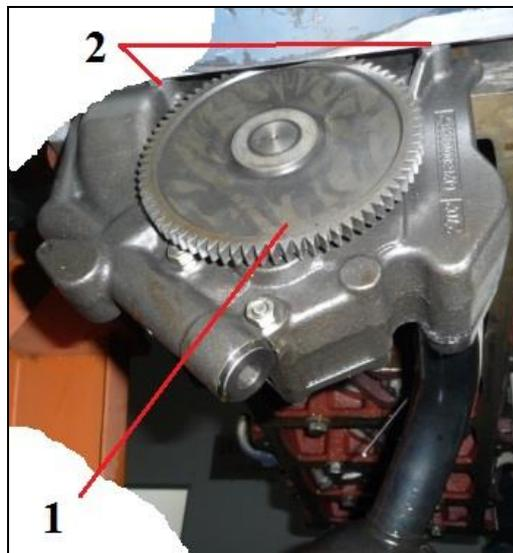

Рис. 39 Снятие масляного насоса
2.34. Снятие масляного насоса (см. Рис. 39)